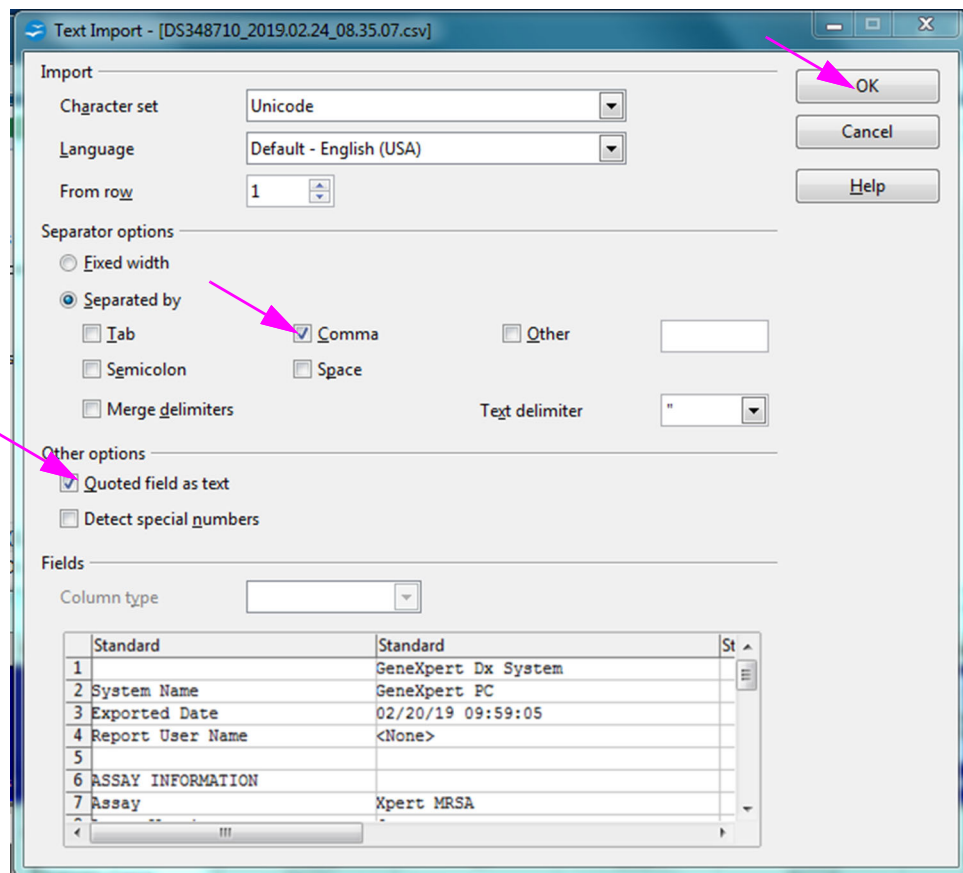

Figura D-4. Ecranul Importare text cu setări noi selectate
5. Bifați caseta de selectare din stânga câmpului **Virgulă (Comma)** și **Câmp între ghilimele ca text (Quoted field as text)**. Consultați Figura D-4.